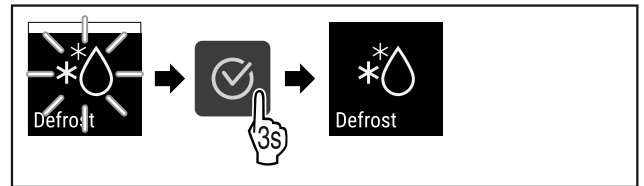

Fig. 87
- ▷ Suorita toimenpidevaiheet (katso Fig. 87) .